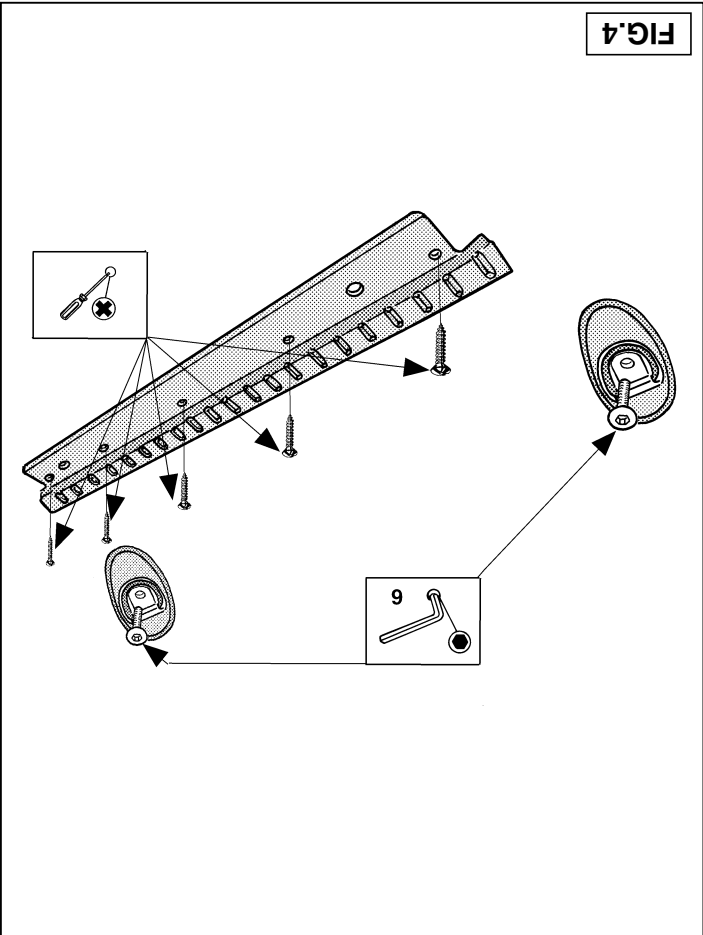

FIG.4
1. Demonteer overeenkomstig fig.1 het sleepoog. Dit komt te vervallen. Maak overeenkomstig fig.2 de laatste uitlaatophanging los en verwijder het hitteschild. De uitlaatbevestigingsbout wordt niet meer gebruikt. Demonteer overeenkomstig fig.3 de middelste bumpersectie. Verwijder overeenkomstig fig.4 de aftrekstrip van het achterpaneel en de twee riemhouders links en rechts uit de kofferbak. Verwijder het reserve wiel. Neem t.p.v. de achterwand van de kofferbak de bekleding los.
1. Remove the towing eye as shown in Figure 1. This will not be replaced. As shown in Figure 2, release the rear most exhaust fixtures and remove the heat shield. The exhaust fixture bolt will not be re-used. Remove the central bumper section, as shown in Figure 3. Remove the cover strip from the rear panel and the two belt retainers at the left and right of the luggage area, as shown in Figure 4. Remove spare wheel. Pull away the covering from the rear wall of the luggage area.
1. Gemäß Fig. 1 die Abschleppöse abmontieren. Diese wird nicht mehr benötigt. Gemäß Fig. 2 die letzte Auspuffaufhängung lösen und das Hitzeschild entfernen. Die Auspuffbefestigungsschraube wird nicht mehr benötigt. Gemäß Fig. 3 den mittleren Stoßstangenabschnitt abmontieren. Gemäß Fig. 4 den Abdeckstreifen von der Rückwand, die beiden Riemenhalter links und rechts im Kofferraum sowie das Ersatzrad entfernen. Die Verkleidung von der Kofferraumrückwand lösen.
1. Zdemontować uchwyt holowniczy rys.1. Uchwyt ten nie będzie ponownie wykorzystany. Kolejną czynnością niezbędną do zamontowania haka holowniczego jest zdemontowanie ostatniego uchwytu mocującego wydech rys.2. Śruba mocująca uchwyt wydechu nie będzie ponownie wykorzystana. Następnie stosując się do rys.3 należy zdemontować środkową część zderzaka. W dalszej kolejności rys.4 należy zdemontować listwę maskującą oraz uchwyty mocujące ładunek w bagażniku, wyjąć koło zapasowe oraz zdjąć osłony z prawej i lewej strony w bagażniku.
1. Démontez l'anneau de remorque conformément à la fig.1. Celui-ci ne sera pas remis en place. Détachez la dernière attache de l'échappement conformément à la fig.2 et enlevez le boulon thermique. Le boulon de fixation de l'échappement ne sera plus utilisé. Démontez la section centrale du pare-chocs conformément à la fig.3. Retirez la bande de recouvrement du panneau arrière conformément à la fig.4 ainsi que les deux supports de courroie situés à gauche et à droite du coffre. Déposer la roue de secours. Déposer le revêtement de la paroi arrière du coffre.